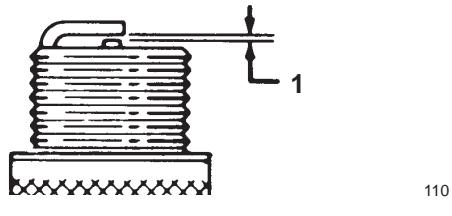

Bild 37
6. Stellen Sie den Elektrodenabstand an der Zündkerze auf 0,76 mm ein, wie in Bild 37 dargestellt.